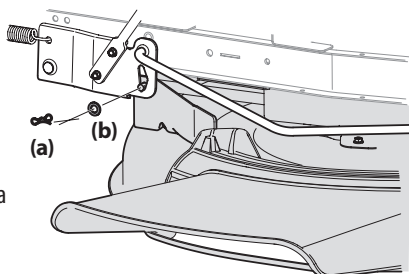

Figura 16
- Extraiga el pasador de chaveta (a) con unión curva y la arandela plana (b) del conjunto de elevación de la plataforma y guárdelo para volver a colocarlo posteriormente. Consulte la Figura 16.